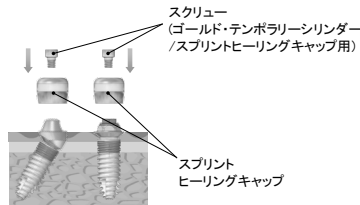

図5-2
(2) キャップの装着
- (a) スプリントヒーリングキャップを滅菌し、滅菌したスクリー（ゴールド・テンポラリーシリンドラー/スプリントヒーリングキャップ用）を用いて口腔内のアバットメントに装着する（締結トルクは 20 N・cm 以下）（図 5-2）。